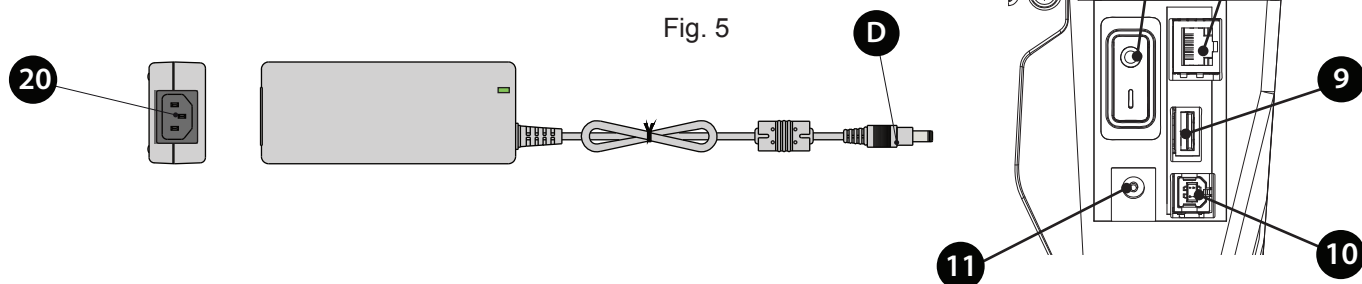

Fig. 5
- ▶ Asegurarse de que la impresora esté apagada antes de realizar la conexión, el interruptor (7) está en posición 0 (Fig. 5).
- ▶ Conectar el conector (D) de la fuente de alimentación a la toma (11) situada en la parte trasera de la impresora.
- ▶ Conectar el cable de alimentación al conector (20) de la fuente de alimentación y a una toma eléctrica.
- ▶ Pulsar el interruptor (7) en posición I para encender la impresora. Después de un breve ciclo de prueba, en la pantalla, aparecerá la pantalla inicial (Ref. apartado 3.1).